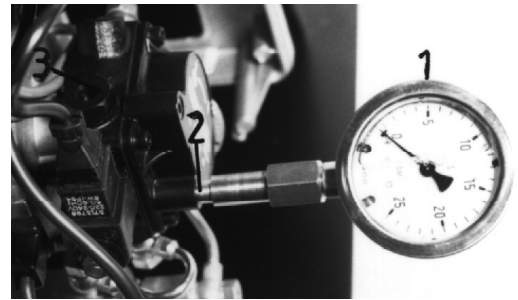

Abb. 17
- Verminderung der Ölmenge durch Herabsetzen des Pumpendruckes: Linksdrehung der Druckverstellungsschraube an der Pumpe (Abb. 17 Pos. 3.)
Kontrolle des eingestellten Druckes durch Lösen der Verschlussschraube (Abb. 17 Pos. 2) und Eindrehen eines Druckmanometers (Abb. 17 Pos. 1).